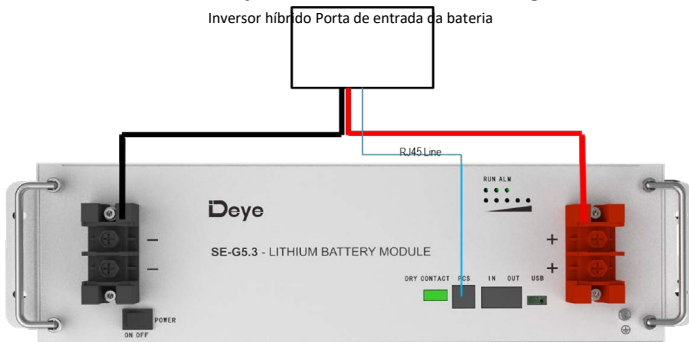

Figura 5-2: Conexão de uma única bateria
- 5) Conexão da linha de comunicação conforme mostrado na Figura 5-2.